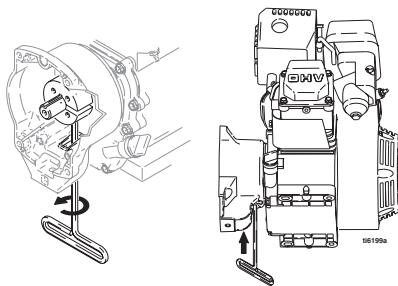

Рис. 9
3. Рис. 9. Переверните мотор на бок, таким образом, чтобы бензобак находился внизу, а очиститель воздуха, наверху.